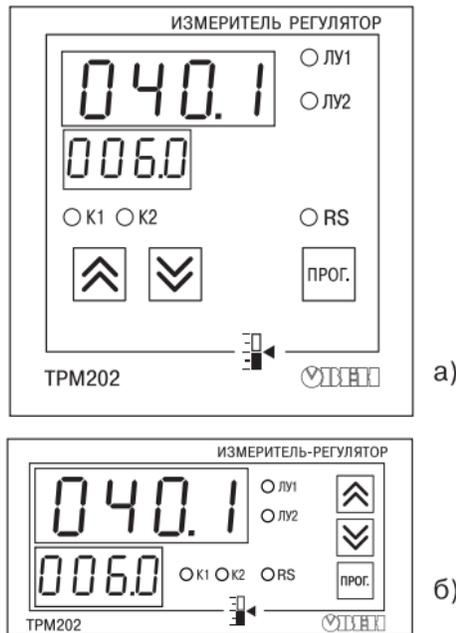

Рис. 11
3.2.2.1. На рис. 11, а приведен внешний вид лицевой панели прибора TRM202 для корпусов настенного (Н) и щитового (Щ1) крепления, а на рис. 11, б – щитового (Щ2).